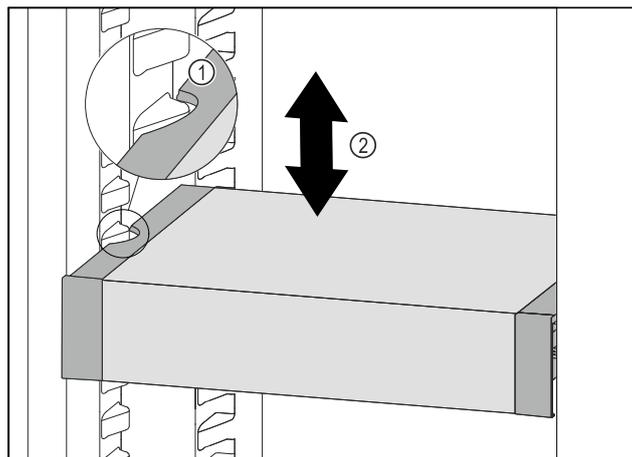

Fig. 79
- Tirer le VarioSafe vers l'avant jusqu'à ce que les encoches latérales du VarioSafe soient à la hauteur de la nervure du bac dans la partie réfrigérateur. Fig. 79 (1)
- Déplacer le VarioSafe vers le haut ou vers le bas dans la partie réfrigérateur jusqu'à ce que la hauteur souhaitée soit atteinte. Fig. 79 (2)